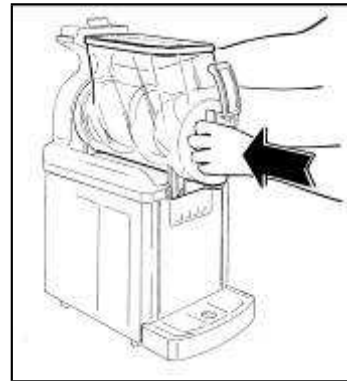

Abb. 38
- Setzen Sie den Behälter in seine Aufnahme ein und prüfen Sie, ob er passgenau an seiner Dichtung anliegt (siehe Abb. 38)